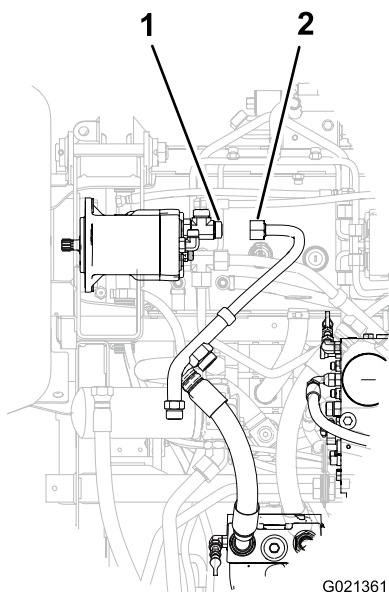

Figura 6
1. Remova a porca do tubo do tubo divisor do encaixe em T no motor de tracção direito dianteiro e remova o tubo da máquina(Figura 6).